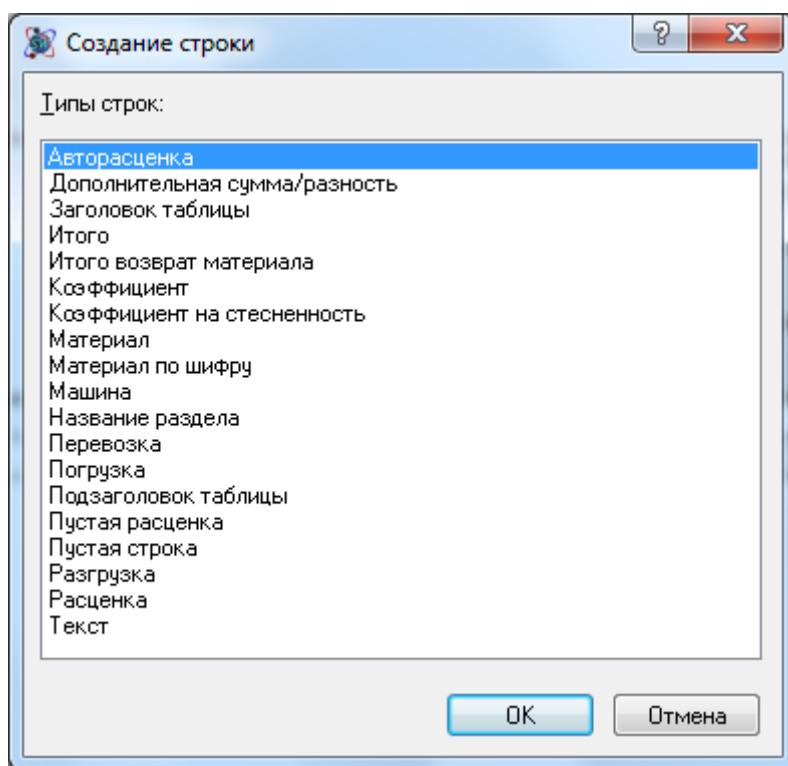

Рис. 1.33 Диалоговое окно Создание строки
3. В открывшемся диалоговом окне *Создание строки* (рис. 1.33) выбрать нужный тип строки нажать на кнопку **OK**.